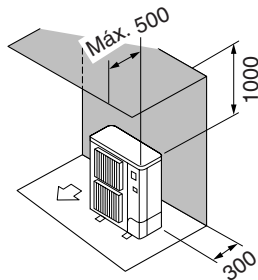

Fig. 2-3
- ② Obstáculos apenas na parte de trás e por cima (Fig. 2-3)